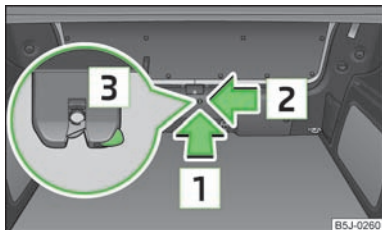

Abb. 17
- In die Öffnung in der Verkleidung in Pfeilrichtung » Abb. 17 einen Schraubendreher oder ein ähnliches Werkzeug bis zum Anschlag einführen.